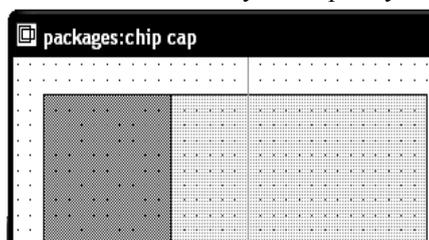

Рис. 4.24
- Введите значения **20** и **-10** в поля dx и dy соответственно и нажмите **OK**. Полученный чертёж показан на рис. 4.24.